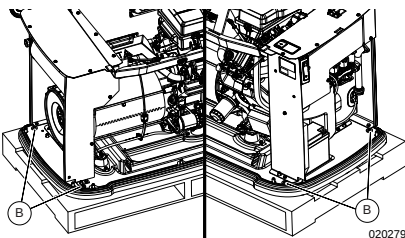

Figure 2-2. Emplacement des boulons de palette
4. Voir Figure 2-2. Retirer les boulons et les rondelles (B) situées à l'intérieur du boîtier de la génératrice pour libérer la palette. Faire preuve de précaution pour enlever la génératrice de la palette. Ne pas le traîner sur la palette, sous peine d'endommager le socle. L'appareil doit être soulevé de la palette pour l'enlever.